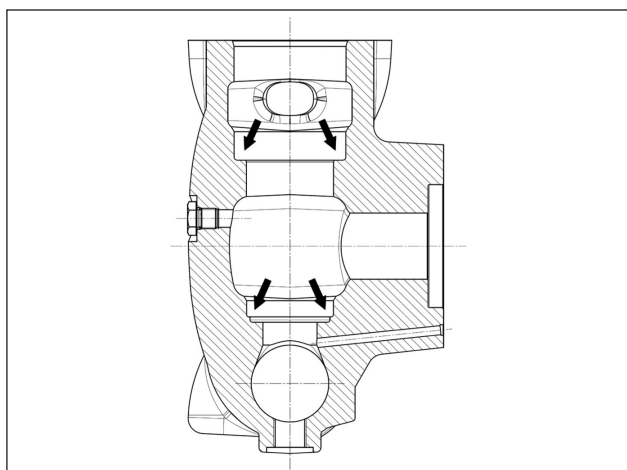

Fig. 107
**Prima di riposizionare i gruppi valvola pulire ed asciugare perfettamente i relativi alloggiamenti nella testata indicati dalle frecce (pos. ①, Fig. 107).**